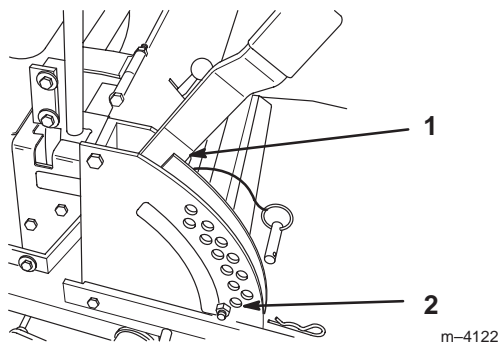
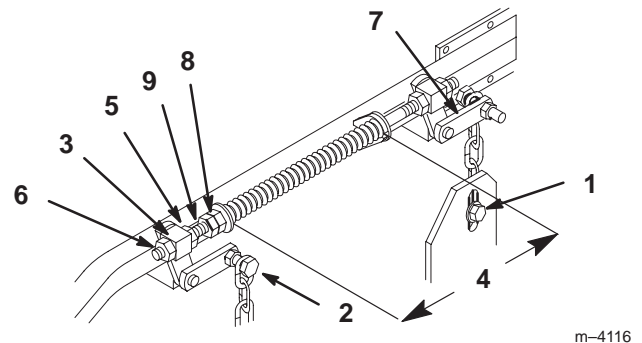

Figure 52
Figure 53
- Relevez le plateau de coupe en position de transport (Fig. 52). Détendez les deux grands ressorts de levage du plateau en desserrant autant que possible l'écrou de blocage et l'écrou avant, devant chaque ressort (Fig. 53).
- Placez 2 cales épaisses (35 mm) sous les bords inférieurs arrière gauche et droit de la tondeuse. Placez 1 cale (44 mm) sous le bord inférieur central avant de la tondeuse, pas sous les supports des galets de protection. Sélectionnez la hauteur de coupe de 38 mm (Fig. 52).
- Desserrez le boulon de chaîne inférieur dans la fente à l'arrière du plateau de coupe. Répétez la procédure de l'autre côté (Fig. 53).
- Desserrez l'écrou de blocage avant et arrière de chaque côté du pivot avant. Continuez de desserrer jusqu'à ce que les chaînes avant soient desserrées et que le plateau repose sur les cales. Répétez la procédure de l'autre côté. (Fig. 53).
- Quand la visserie est desserrée, la tension encore présente dans les grands ressorts de soutien a tendance à faire tourner la poignée de levage du plateau de coupe vers le haut et à lui faire quitter la position de 38 mm. Appuyez fermement sur le bras de support arrière du plateau pour ramener la poignée de levage à cette position (Fig. 53).
- Tout en continuant d'appuyer sur le bras de support arrière du plateau de coupe, tendez la chaîne arrière et serrez la visserie inférieure (Fig. 53). Vous pouvez maintenant relâcher le bras de support arrière. Répétez la procédure de l'autre côté.
14. Déplacez le levier de relevage du plateau de coupe à la position de transport (Fig. 52).
15. Réglez les ressorts de compression en tournant les écrous avant de façon à obtenir un espace de 260 mm entre les deux grandes rondelles, puis serrez l'écrou de blocage (Fig. 53).